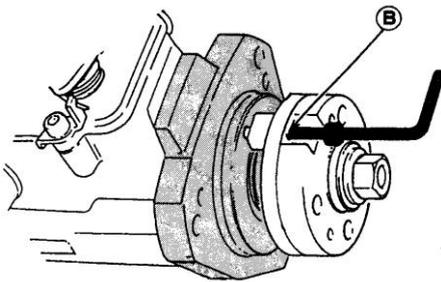

Fig.20
**Fig.19****a.2) Calage statique par pige (fig.20 et 21)**